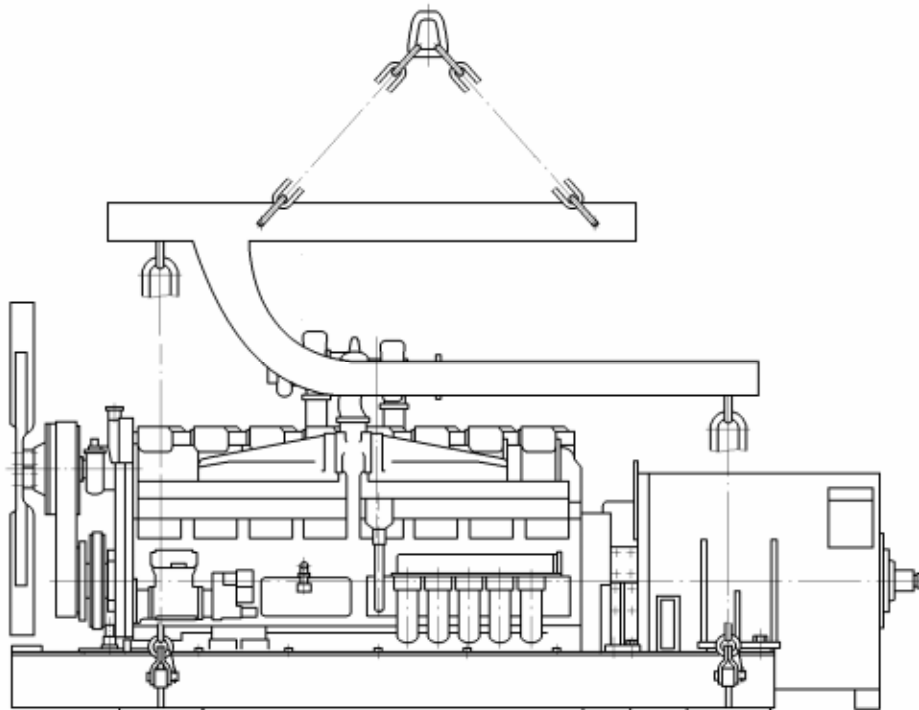

Рисунок 5.1 – Схема зачаливания дизель-генератора подвеской
- зачалить дизель-генератор за подмоторную раму (рисунок 5.1), поднять краном и медленно переместить вперед по ходу автомобиля и установить на подставку;